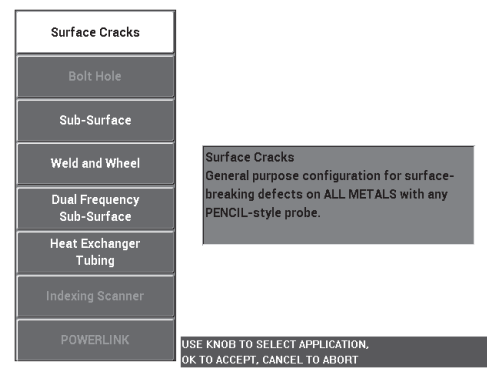

図 5-40 表面欠陥用アプリケーション
2. 設定メニューキー（) を一度押し、続いて**アプリ選択**（A キー）を選択してアプリケーション選択メニューを開きます。ノブを回して**表面欠陥**を選択し、 を押して承諾します（157 ページの図 5-40 を参照）。